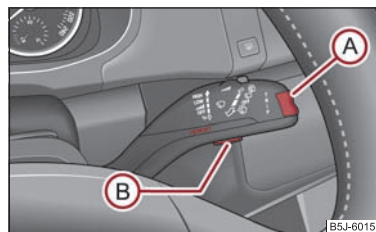

Fig. 20 Display-ul cu informații: Elementele de comandă
- **MAIN MENU (MENIUL PRINCIPAL)** se activează prin apăsarea tastei basculante **(A)** ⇒ fig. 20 mai mult de 1 secundă.